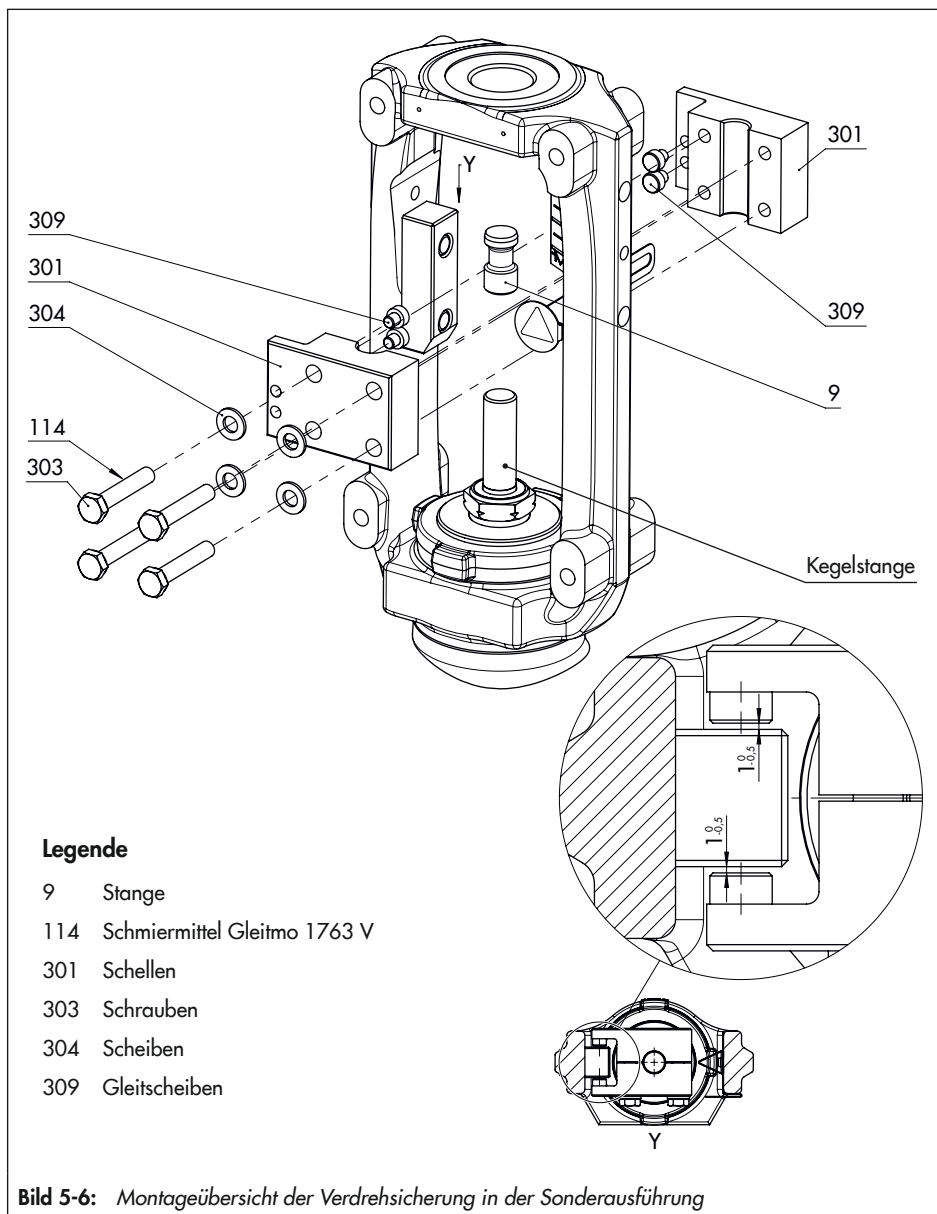

Bild 5-6: Montageübersicht der Verdrehsicherung in der Sonderausführung
Vgl. Bild 5-2 und Bild 5-6
- Zwischen den Gleitscheiben und ihrer Auflage am Joch ist ein nomineller Spalt zwischen 0,5 und 1 mm auf jeder Seite (vgl. Detail Y in Bild 5-6).